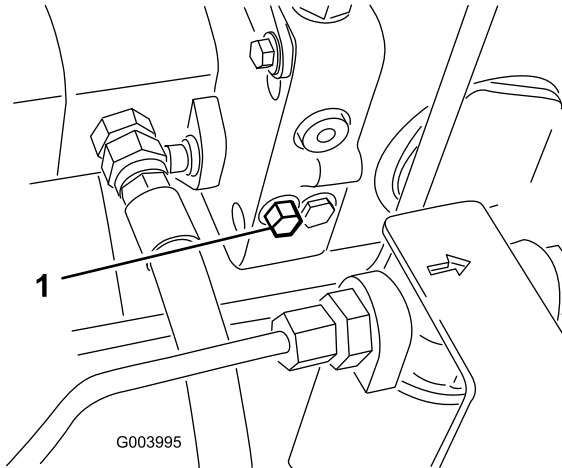

Figure 57
1. La vanne de dérivation est située du côté gauche de l'hydrostat (Figure 57). Tournez le boulon une fois et demie pour ouvrir la vanne et permettre la dérivation interne du liquide.